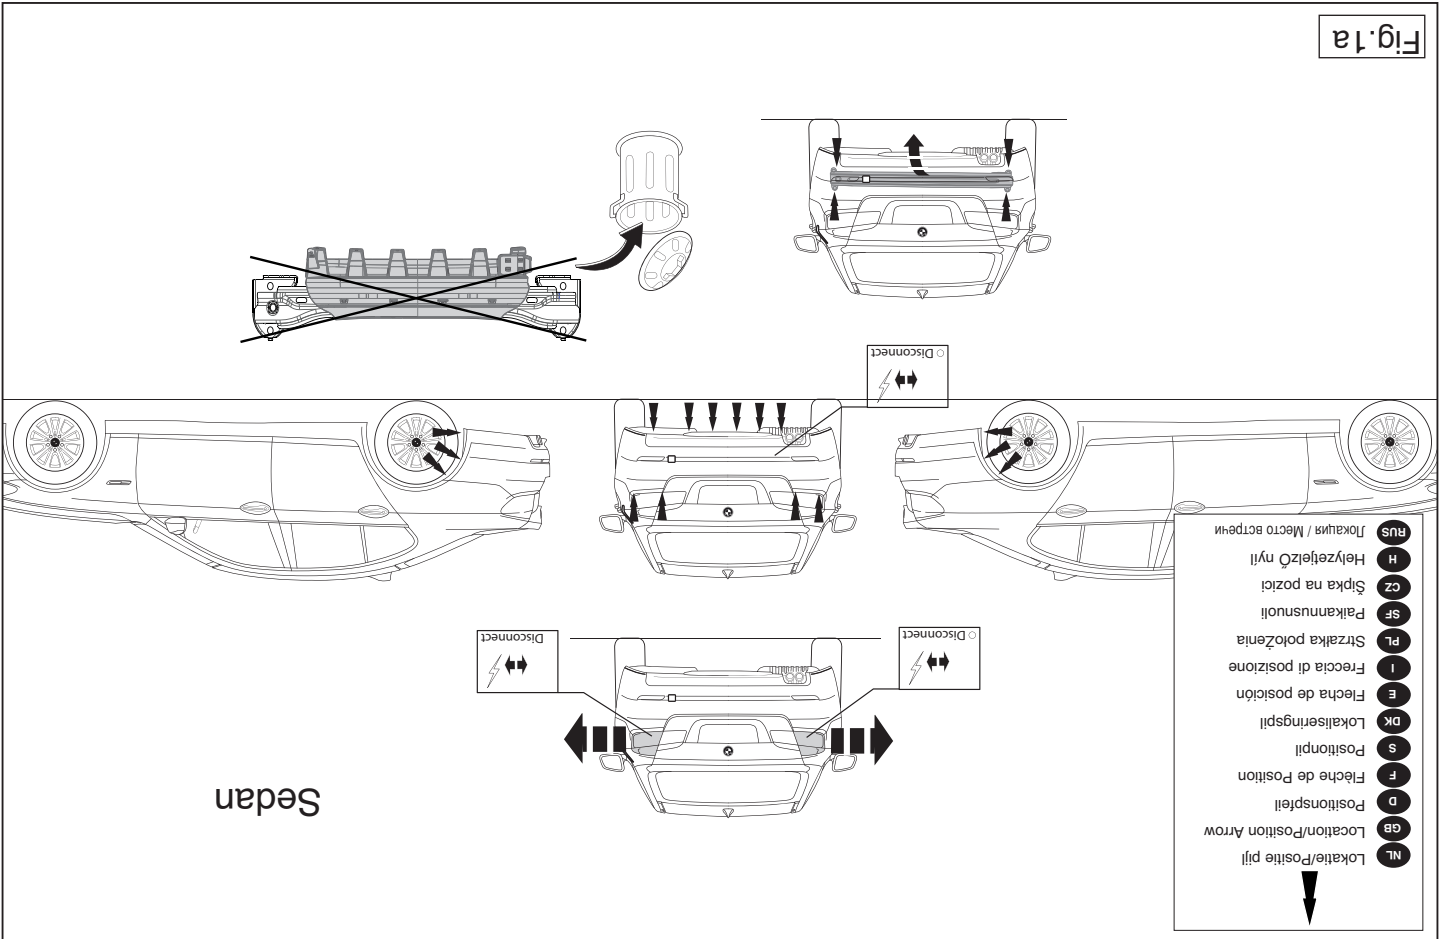

Fig. 1a
2. Zdemontować z pojazdu zderzak wraz ze stalową belką zderzakową, belka zderzakowa nie będzie ponownie używana. Zdemontować zgodnie z wskazanymi odcinkami E (i F). Patrz rysunek 1a i 1b.
2. Снять бампер вместе со стальным буферным брусом автомобиля; буферный брус больше не понадобится. Снять обозначенную часть E (и F). См. рисунок 1a и 1b.